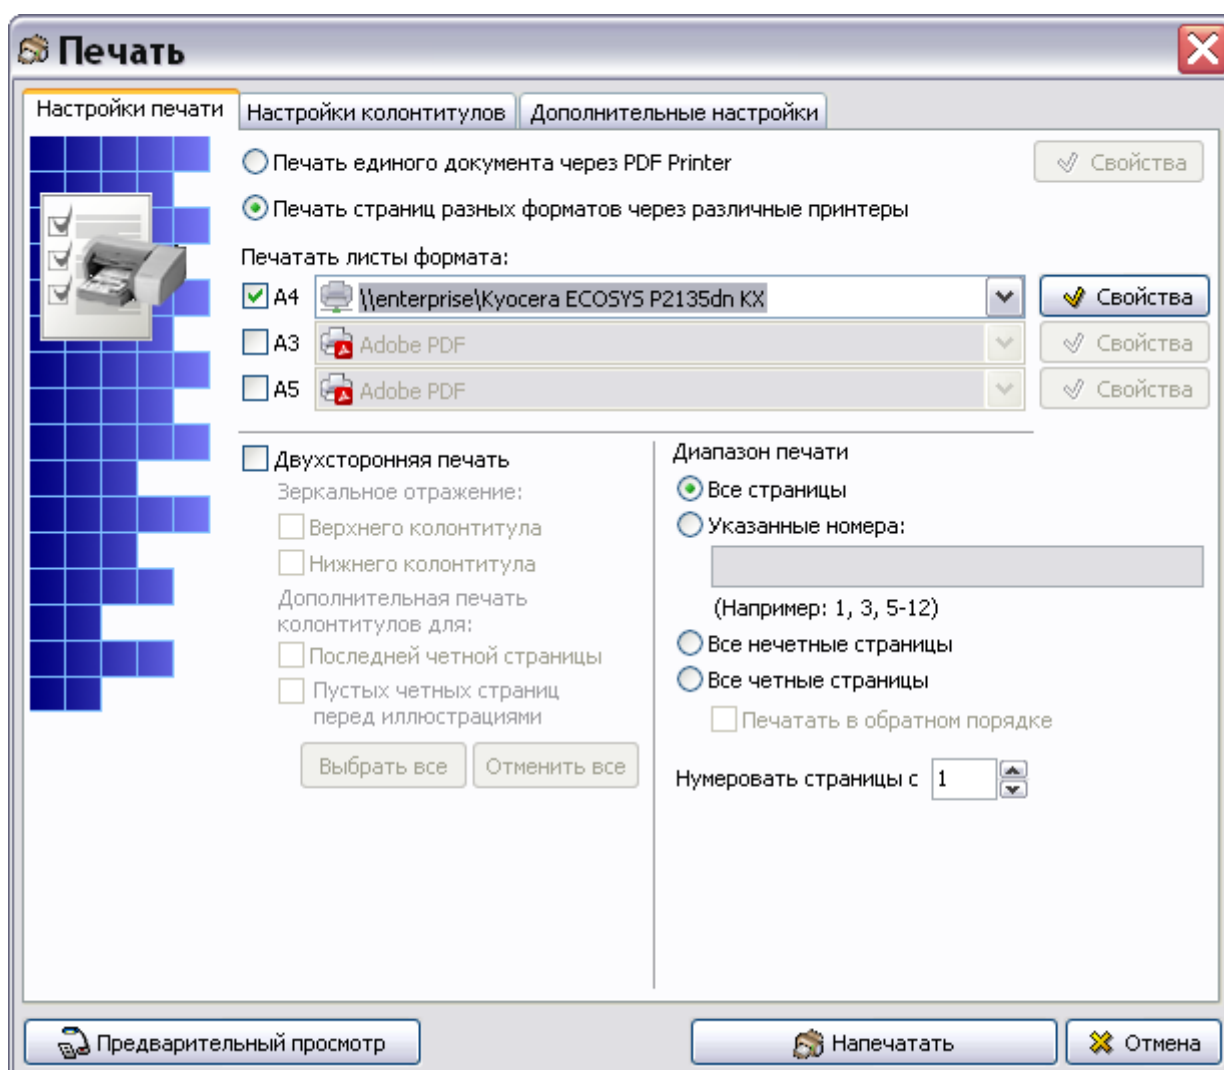

Рис. 24.23. Диалог настроек печати
5. После нажатия на кнопку **Печать...** появится диалог выбора параметров печати (Рис. 24.23).